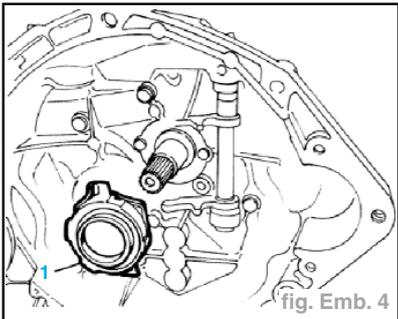

fig. Emb. 4
- Pousser le levier de débrayage et déloger la butée d'embrayage de l'arbre primaire de la boîte de vitesses (fig. Emb. 4).